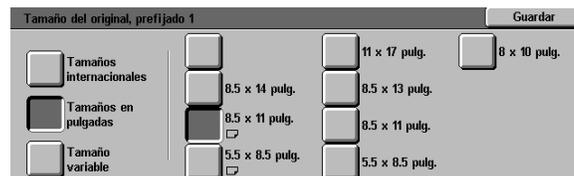

Figura 59: Opciones de tamaño del original en pulgadas
- Pulse el botón **Tamaños en pulgadas** y elija uno de los tamaños estándar americanos (Figura 59)